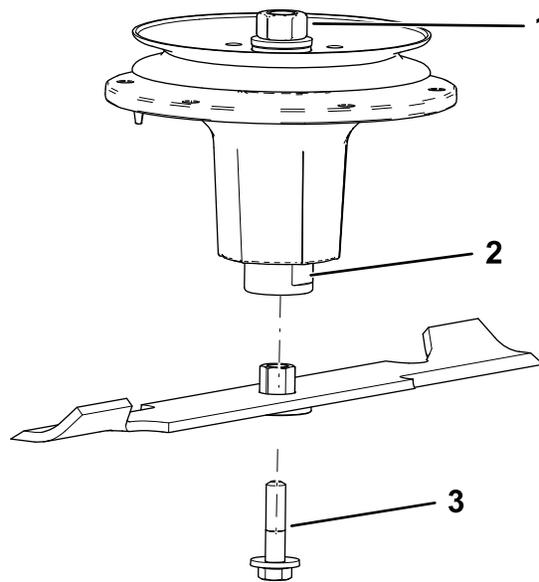

Figura 78
2. Montați ansamblul bucă/lamă pe arborele axului (Figura 78).